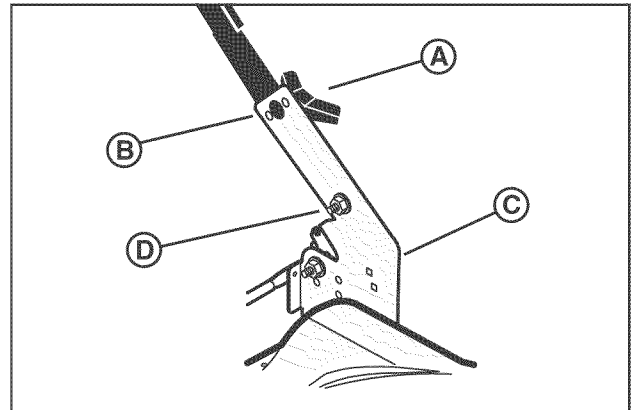

Figure 1: Déplier la poignée inférieure
3. Enlever les ailettes (A, Figure 1), rondelles (non illustrée) et les boulons (B) de chacun des supports droit et gauche de la poignée (C).